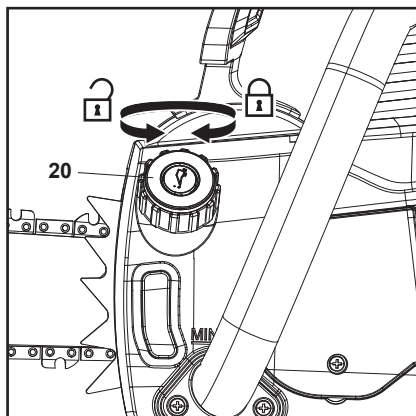

Fig. 9
1. Coloque o produto numa superfície estável e nivelada, com a tampa do depósito de óleo (20) voltada para cima. Recomendamos que coloque uma folha de material não inflamável sob o produto.
2. Desaperte e remova a tampa do depósito de óleo (20) (Fig. 9).